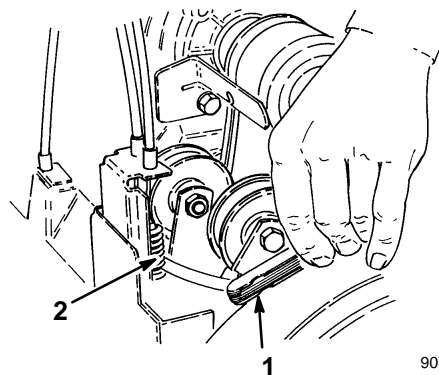

Figure 24
- Maintenez la commande serrée et insérez un calibre d'épaisseur de 0,25 mm (0.010") entre deux spires au centre du ressort (Fig. 24).